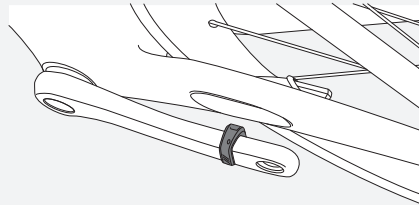

Figure 30. Aimant de cadence sur manivelle.
2. Faites glisser l'aimant de cadence (Figure 30) sur la manivelle en gardant l'aimant vers l'intérieur.